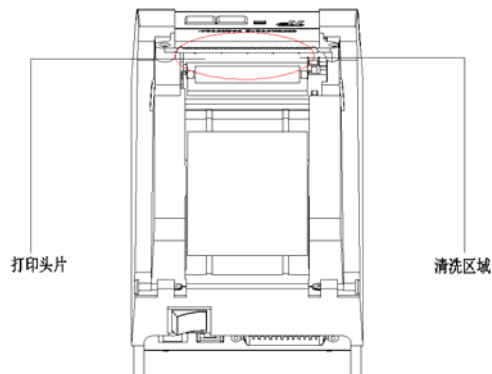

图 1-7 机头清洗
- 2、打开打印机上盖，将打印纸取出。待机头冷却后，用干净的棉签蘸少许酒精，轻轻涂抹图1-7所示头片加热元件表面的脏物。